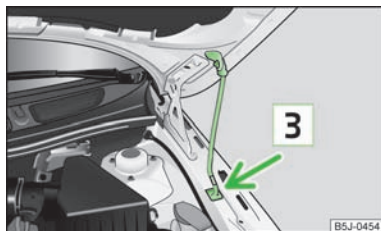

Fig. 117 Retentor do capot com o apoio do capot
- Retire o apoio do capot para fora do suporte e fixe o capot aberto, inserindo a extremidade do apoio na abertura prevista para o efeito » Fig. 117.